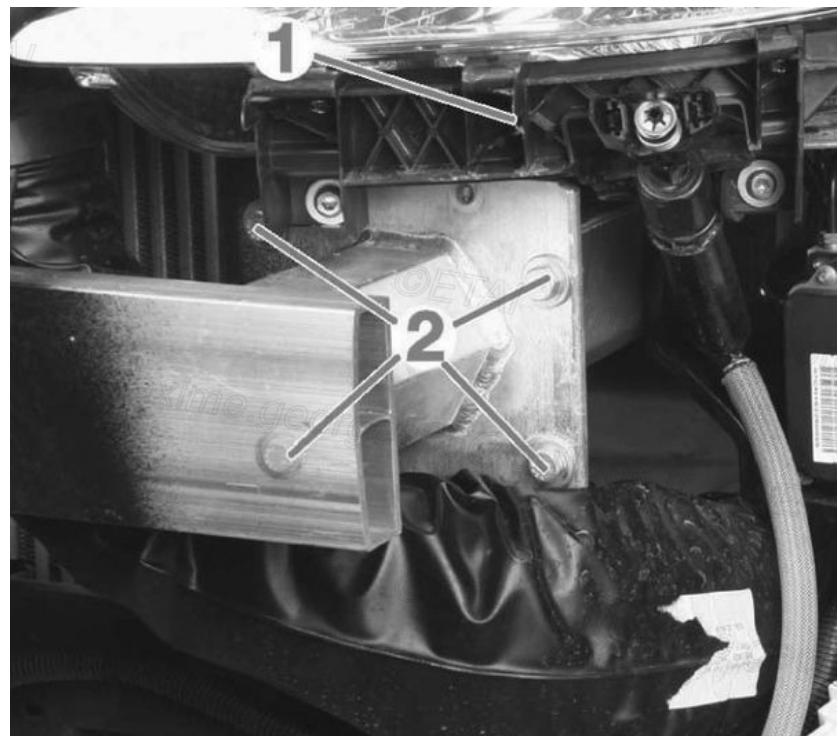

Fig. 8
- le support de lave-projecteur (1) (suivant équipement) (**Fig.8**)